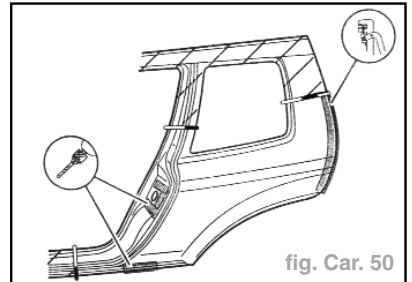

fig. Car. 50
- Reporter les lignes de coupe sur la pièce neuve et découper la zone hachurée (fig. Car. 50).